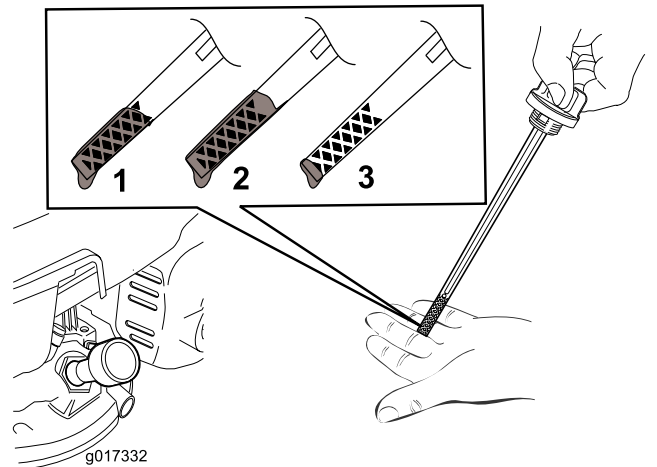

図 12
5. オイルの量の確認方法は 図 12 を参照。
注 ディップスティックで量を確認しながら **図 12** に示される適正量までオイルを入れる。オイルを入れすぎてしまった場合には、**エンジンオイルの交換 (ページ 14)**の項に従って余分なオイルを抜き取ってください。